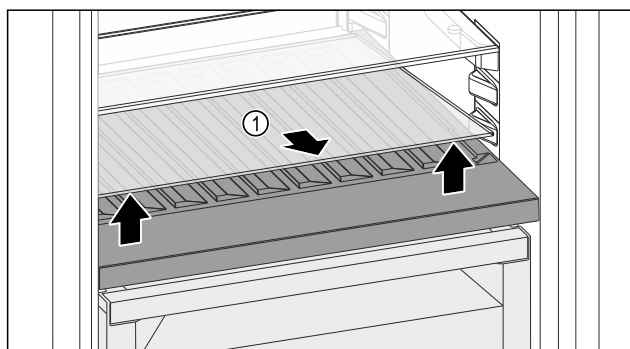

Fig. 180
- Sklenú dosku Fig. 180 (1) na vybraní vpredu nadvihnite a vytiahnite.
- Sklenú dosku Fig. 180 (1) bezpečne uchovávajte mimo zariadenia.
- Vložte sklenú dosku (2) pod variabilnú priehradku na fľaše.